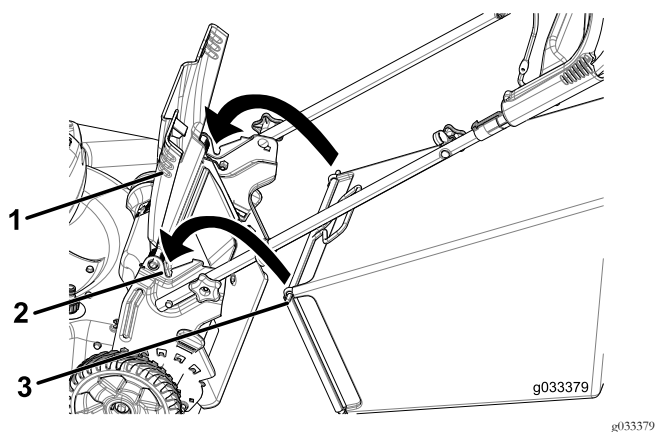

Figure 25
1. Soulevez le volet arrière et gardez-le dans cette position (Figure 25).
2. Montez le bac à herbe en veillant à placer les ergots dans les crans des supports du guidon (Figure 25).